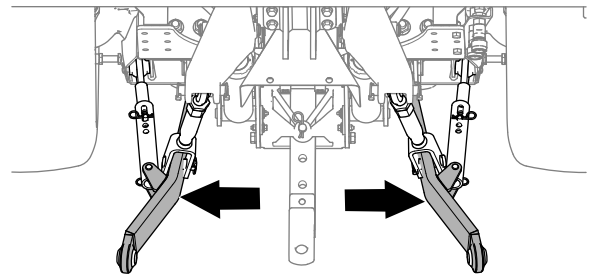

Figura 26
4. Mueva los estabilizadores laterales (Figura 26) hacia fuera del todo; consulte el *Manual del operador* de la máquina de remolque.